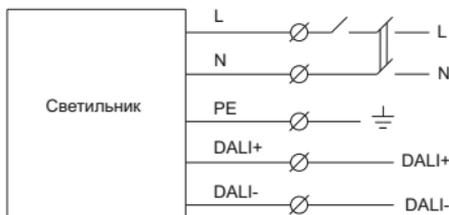

Рисунок 3
4.3.1 Подключение светодиодной панели производить сетевым кабелем, выведенным из корпуса светильника, согласно маркировке проводников (рисунок 3): L – коммутируемая фаза; N – нейтраль; PE – заземление; DALI+ и DALI- – управляющие провода.